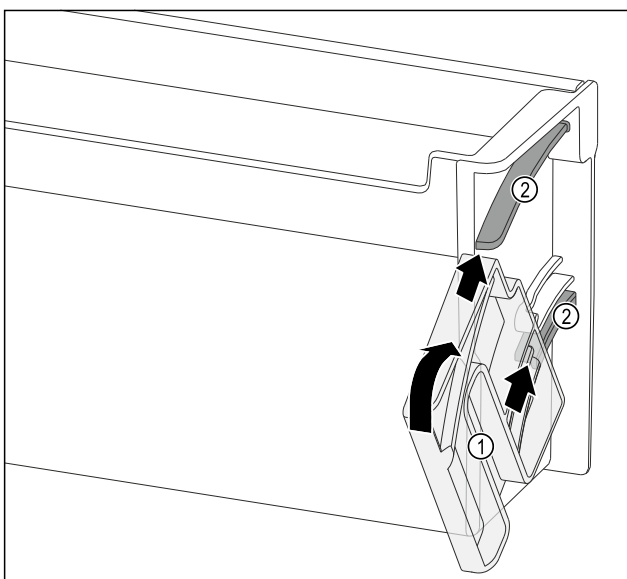

Fig. 149
- Dreheinheit *Fig. 149 (1)* so positionieren, dass die Aussparungen genau gegenüber den Führungskanälen *Fig. 149 (2)* des Türabstellers liegen.
- Dreheinheit *Fig. 149 (1)* in die angegebene Richtung drehen.